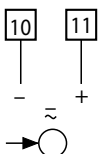

Fig. 5. Connexion de l'alimentation auxiliaire.
Les lignes de l'alimentation auxiliaire doivent être raccordées aux bornes ⑩ (=) et ⑪ (±) selon Fig. 5.